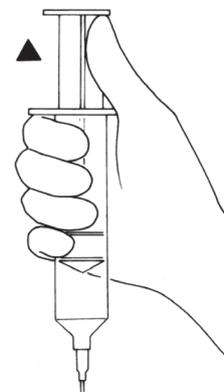

Figura 4-3a. Aspire el aire
5. aspire el aire que haya quedado en el balón hasta que note resistencia en el émbolo de la jeringa. (**Figura 4-3a**)